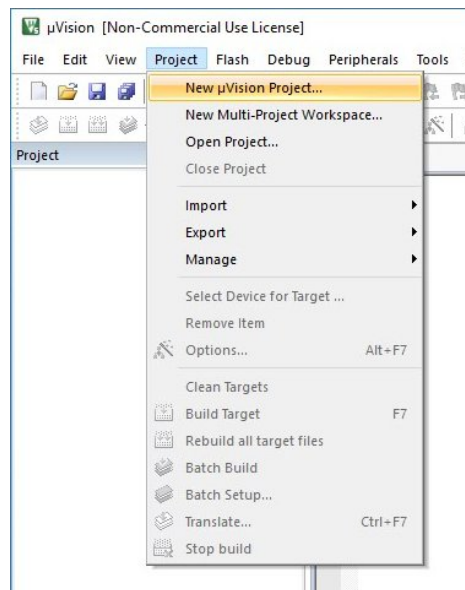

Рисунок 13
5.7.2 Инициировать создание нового проекта, выбрав в меню "Project/New uVision Project" (см. рисунок 13).